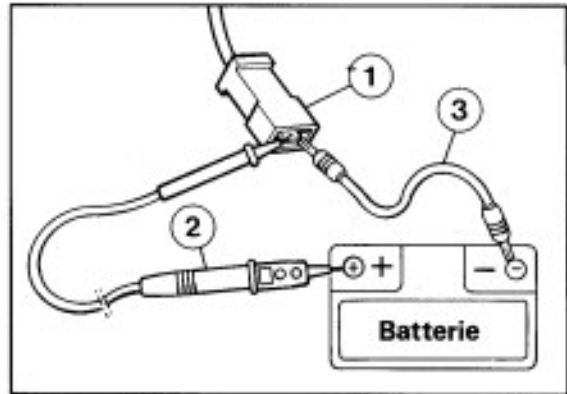

Bild 2
- Spannungsprüfer mit Leuchtdiode (2, Bild 2) zwischen Prüfstecker (1; Stecker an blauer Leitung) und Batterie (+) anzuschließen.
- Zusätzlich Hilfsleitung (3, Masseverbindungskabel) zwischen Prüfstecker (1) und Batterie (-) anschließen.
- Motor im Leerlauf laufen lassen und nach 4 Sek. Hilfsleitung (3) entfernen.